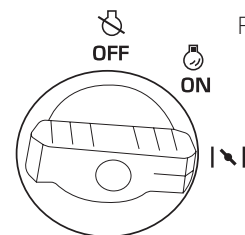

Fig. 3
4. Ruotare l'interruttore 3 in 1 in posizione "Air Damper" (Fig. 3).